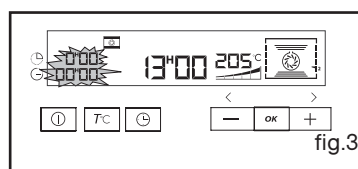

fig.3
No obstante, puede ajustar la temperatura utilizando el mando $T^{\circ}C$ situado bajo el visor (fig.3).
- el indicador de duración de cocción y 0:00 parpadea (fig.3),
- el indicador de duración de cocción y 0:00 parpadea (fig.3)